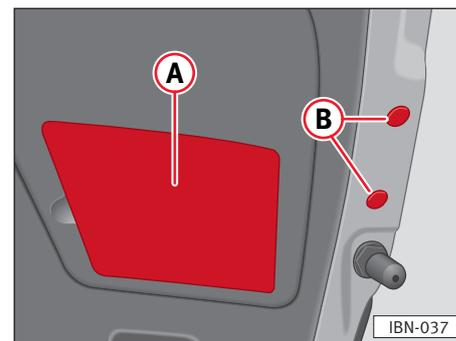

Fig. 160
- Retirar la cubierta de plástico ⇒ fig. 160 A) y los tapones de plástico ⇒ fig. 160 B) haciendo palanca cuidadosamente con la parte plana del destornillador mirando de no rayar la pintura.
- Colocar los tapones ⇒ fig. 160 B) y la cubierta de plástico ⇒ fig. 160 A).